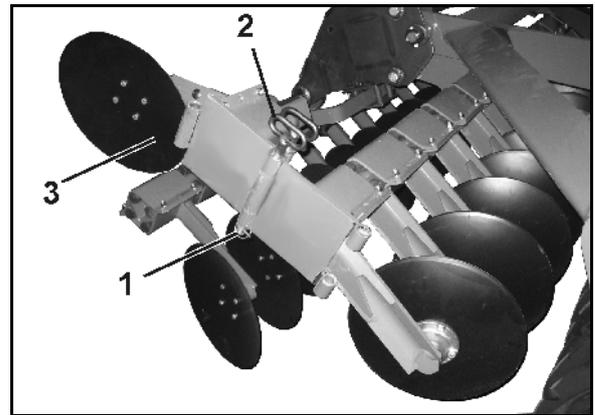

Fig. 58
- 2.1 Soltar el pasador clavija (Fig. 58/1).
- 2.2 Extraer el perno de fijación (Fig. 58/2).
- 2.3 Replegar el disco lateral (Fig. 58/3) y fijarlo en esa posición con el perno.